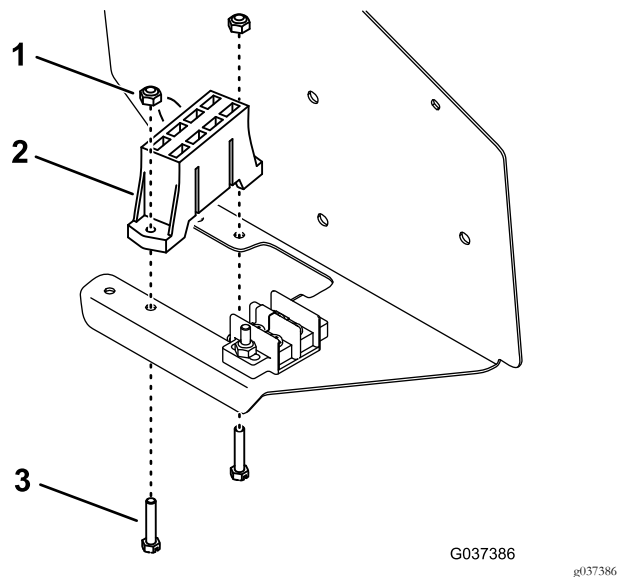

**Figura 8**
3. Montate la morsettiera di messa a terra sulla parte inferiore del gruppo del pannello di controllo con 2 viti e 2 dadi di bloccaggio (Figura 8).
**Nota:** Montate le viti da sotto il quadro, come illustrato in Figura 8.